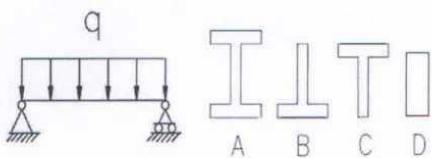

图 6
5. 如图 6 所示简支钢梁, 从梁的强度考虑在横截面面积相同的情况下, 截面形状合理者为\_\_\_\_\_。